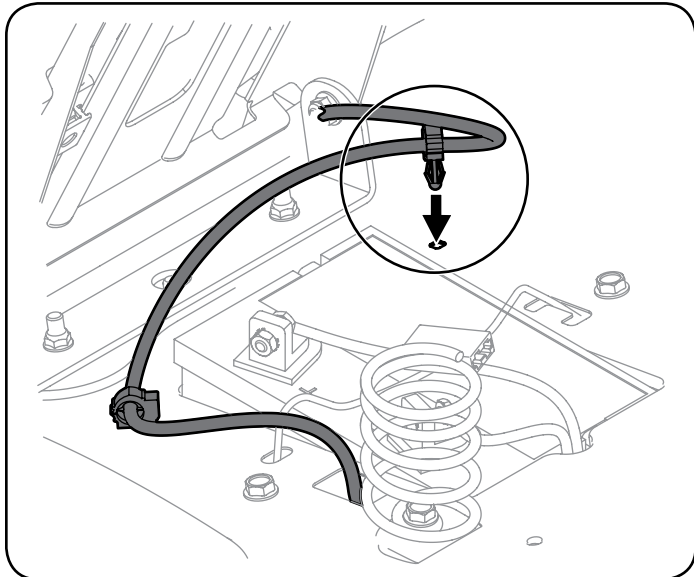

Figura 4
4. Usando la traba del arnés unida al arnés, asegure el exceso de cable al guardabarros colocando la traba del arnés en su lugar como se muestra en la Figura 4.